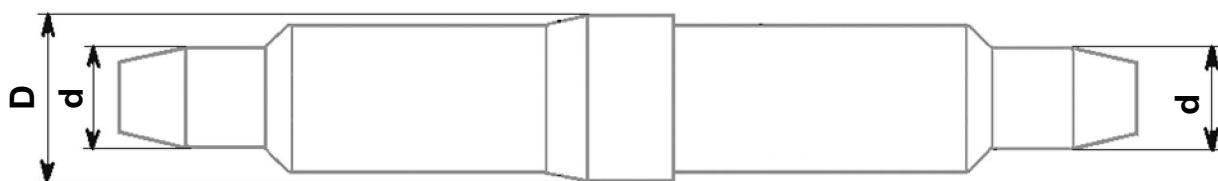

Рис. 2.3. Диаметры деталей муфт МПП с разными полумуфтами:
2.2. При подборе трубок ТУТ для муфт типа МПП учитываются наружные диаметры раструбов полумуфт и конусов полумуфт (рис. 2.3 и 2.4).